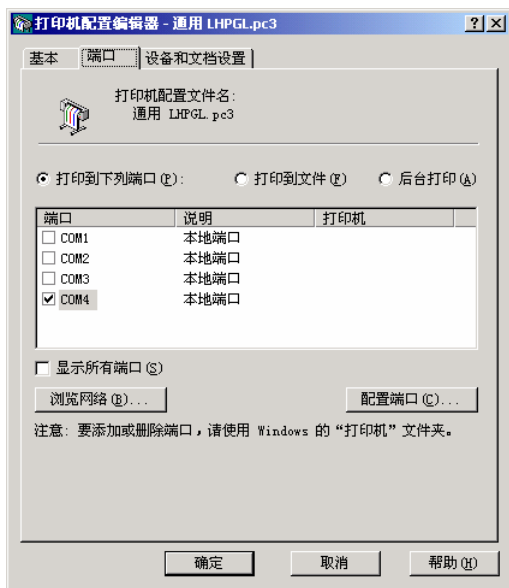

图 7-19 修改打印机端口
(1) 在“基本”选项卡中，显示了有关打印机配置 PC3 文件的基本信息。
(2) 在“端口”选项卡中，可以修改当前配置的打印机与用户计算机或网络系统之间的通信设置，如图 7-19 所示。